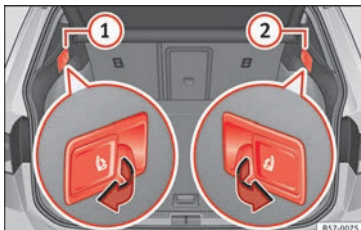

Fig. 153 En el maletero: palancas para desbloqueo a distancia de las partes izquierda (1) y derecha (2) del respaldo trasero.
- Tire de la palanca de desbloqueo a distancia de la parte izquierda » fig. 153 (1) o derecha (2) del respaldo en el sentido de la flecha. La parte desbloqueada del respaldo trasero se abate automáticamente hacia delante.